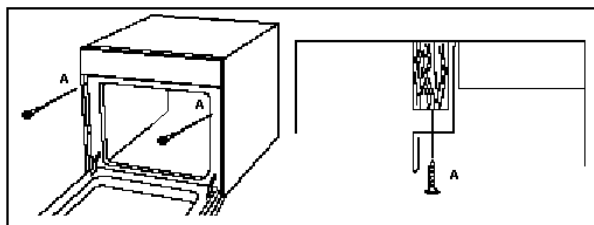

Рисунок 4
- ❖ Откройте дверь и закрепите духовой шкаф к панели кухонного шкафа четырьмя крепежными винтами, чтобы они совпадали с отверстиями, предусмотренными по обеим сторонам крепежной рамы (А) (**См. Рисунок 4**).